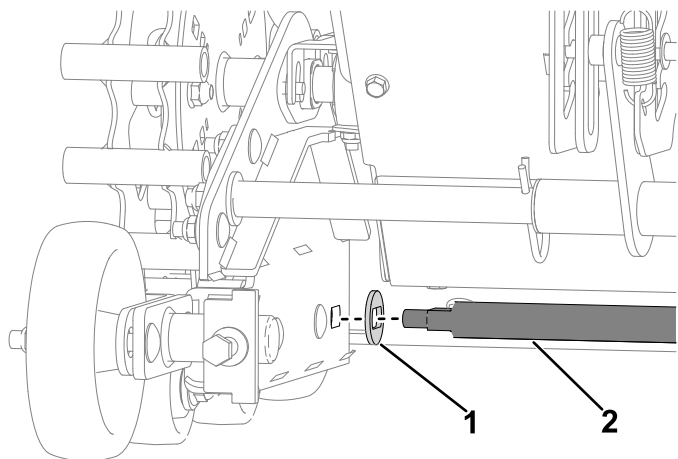

Bild 32
- Montieren Sie die beiden Spezi­alscheiben auf der neuen Gelenkstange. Montieren Sie die neue Gelenkstange mit den Spezi­alscheiben durch die Raupenbaugruppen und die Trägerplatte und befestigen Sie diese mit zwei neuen Sicherungsmuttern ($\frac{3}{8}$ ") (**Bild 32**).